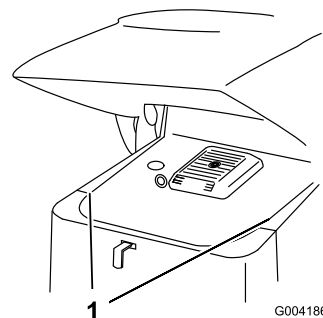

Figura 24
2. Deslice las rejillas laterales (Figura 24) hacia arriba y retírelas de las ranuras de la rejilla delantera y del bastidor.